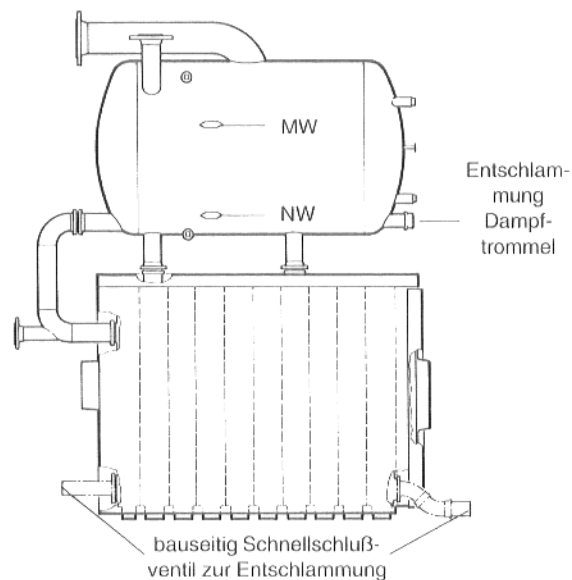

Abb. 36
- Der Wasserstand im Schauglas an der Dampfflasche muß auf der Höhe der "MW" - Markierung stehen (Abb. 36 u. 37). Ist dies nicht der Fall, Wasser nachfüllen und Anlage entlüften.
- Um die Funktionssicherheit des **Kessels** zu erhalten, muß je nach Verschmutzungsgrad des Kondensates **in Abständen von 1 bis 4 Wochen entschlammert werden.** Zum Entschlammern des Kesselblockes sind an der unteren Kesselnabe bauseits Schnellschlußventile vorgesehen (Abb.36).
- Zum Reinigen der Dampftrommel ist das Wasser aus dieser abzulassen, die Schraubkappe vorne links an der Dampftrommel (Abb. 36) abzunehmen und die Dampftrommel mit einem scharfen Wasserstrahl innen zu reinigen.